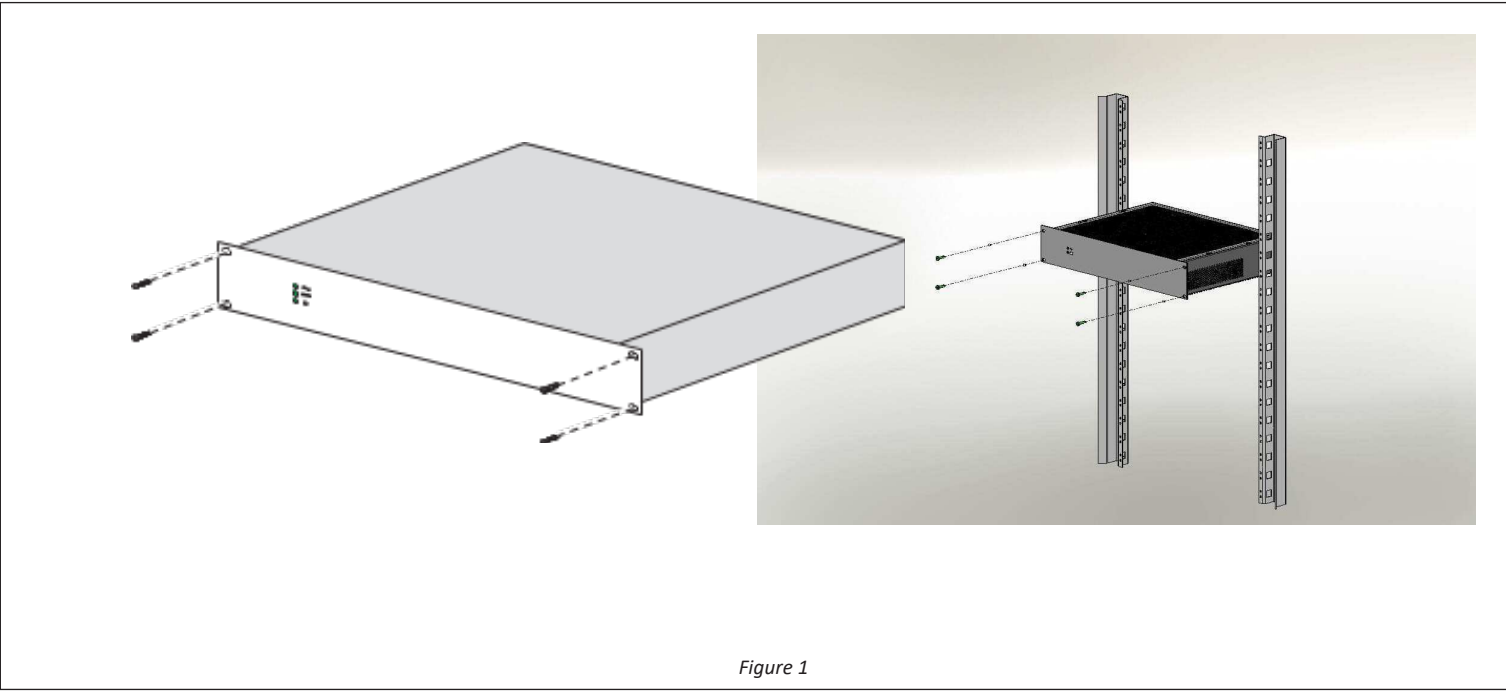

Figure 1
6.1 Rack mounting instructions (see figure 1) The SON rack must be installed in a class 3K5 19" bay as per standard EN60721-3-3: 1995 + A2: 1997.
6.1. Anweisungen für die Montage der Racks (siehe Abbildung 1) Das SON-Rack muss in einem 19"-Schränk der Klasse 3K5 gemäß der Norm EN60721-3-3: 1995 und A2: 1997 installiert werden.